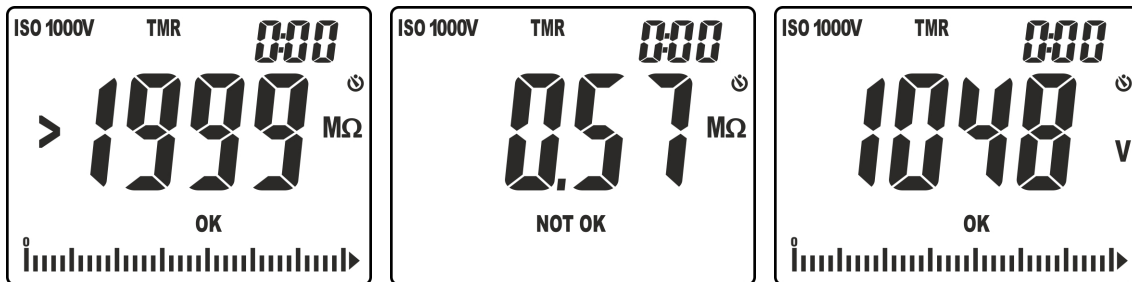

Fig. 21: Résultats de la mesure d'isolement en mode TMR
9. La page-écran de Fig. 21, à gauche, affiche la valeur de la résistance d'isolement (le symbole « >1999 » indique la condition de hors échelle) à la fin de la mesure avec résultat positif « OK » (valeur supérieure au seuil configuré). La page-écran de Fig. 21, à gauche, affiche la valeur de la résistance d'isolement à la fin de la mesure avec résultat négatif « NOT OK » (valeur inférieure au seuil configuré)